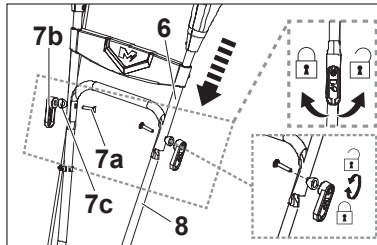

Fig. 2
3. Alinhe os orifícios no guiador superior (6) com os orifícios no guiador intermédio (8) e fixe a ligação com os parafusos (7a) as alavancas (7b) e as anilhas (7c) (Fig. 2).